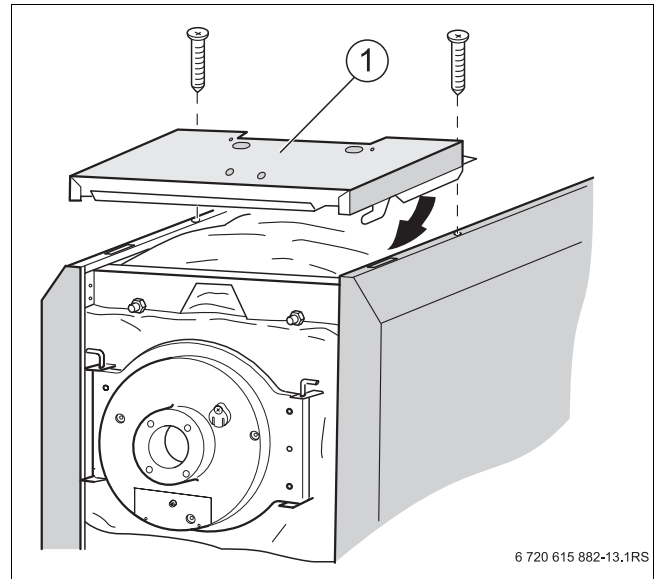

Рис. 12 Установка передней крышки котла
- ▶ Вставьте в отверстия на планках передней крышки [1] два самореза и заверните их в отбортовку боковых траверс (→ рис. 12, стрелка).